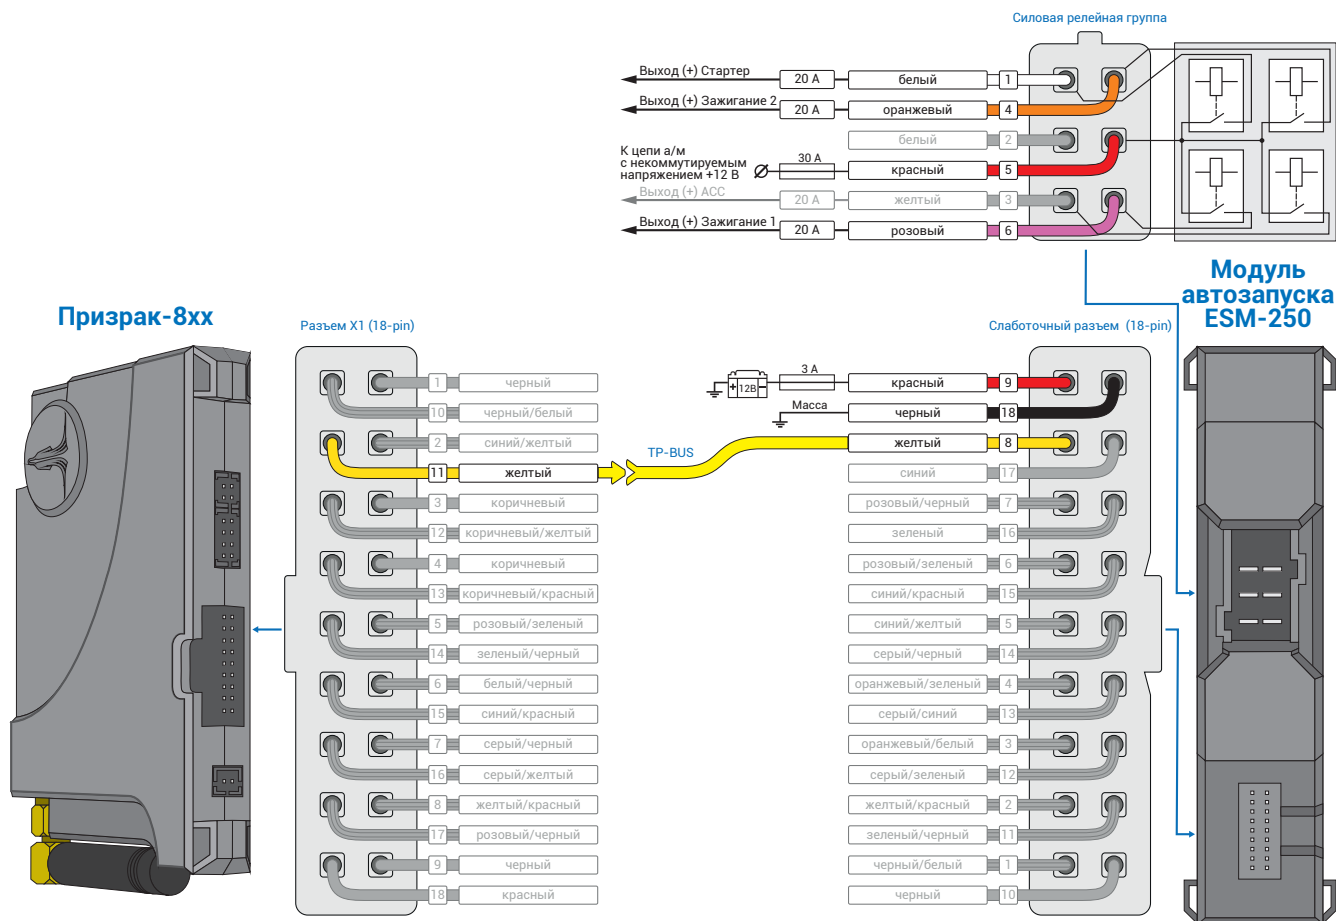

Рис.3 Подключение модуля автозапуска ESM-250
3. Подключите модуль автозапуска ESM-250 – выводы модуля, которые требуется подключить выделены на рис. 3. Подключение к автомобилю производится в сером и черном разъемах на тыльной стороне блока предохранителей (см. рис. 4-6).